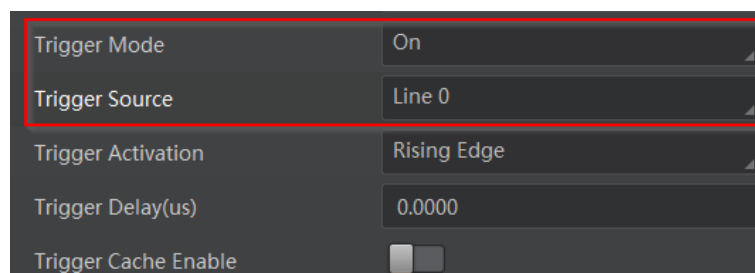

图4-8 Line 0/Line 2 设置为触发源
2. *Trigger Source* 参数下拉选择 *Line 0* 或 *Line 2*，如图4-8所示。